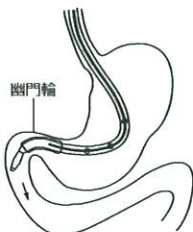

図5
11. 本品の先端が幽門輪を通過したら、ガイドワイヤーを少しずつ抜き、十二指腸下行脚から上行脚へチューブを押し進める（図5）。